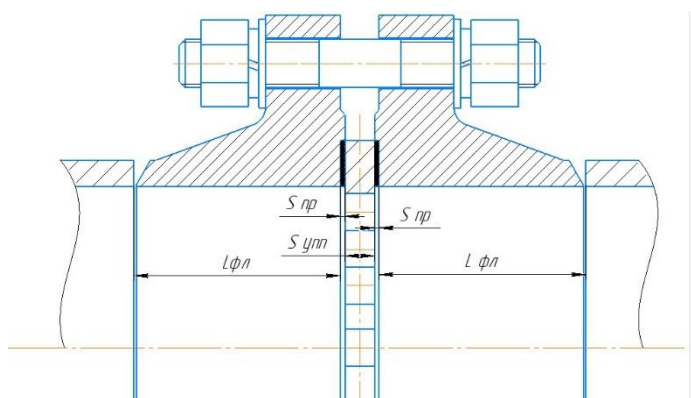

Рисунок 2.6 – Монтаж УФП
3. Вырезать участок трубопровода длиной (рисунок 2.6) $L_{\text{уч}} = S_{\text{УФП}} + 2 \cdot S_{\text{плр}} + 2 \cdot L_{\text{фл}}$: